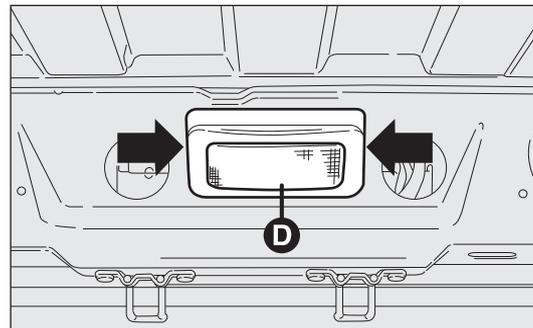
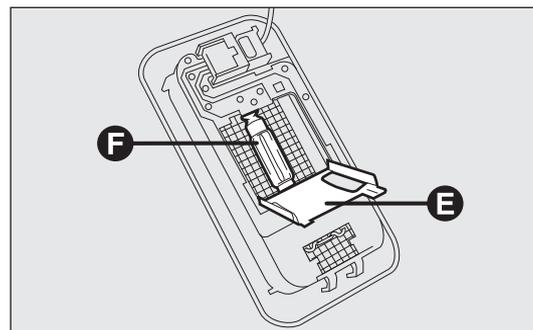

Abb. 196
Abb. 197
- auf die von den Pfeilen angegebenen Punkte einwirken, und die Innenleuchte D – Abb. 196 entfernen;
- die Schutzklappe E – Abb. 197 öffnen;
- die Glühlampe F – Abb. 197 aus den seitlichen Kontakten lösen, austauschen und sicherstellen, dass die neue Lampe ordnungsgemäß zwischen den Kontakten fest sitzt;
- die Schutzklappe E – Abb. 197 wieder schließen und die Deckenleuchte D – Abb. 196 in ihrem Sitz befestigen und prüfen, dass sie eingerastet ist.